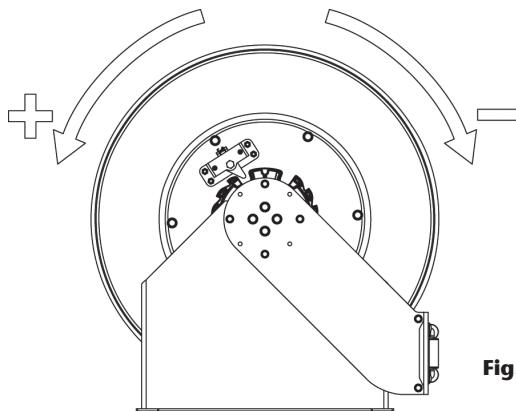

Fig. 5
**6.** Aplique la pre-tensión al resorte, girando el tambor el nº de vueltas indicado, dependiendo del resorte y la longitud de manguera (Fig. 5):
4. Haga girar la bobina para incrementar o disminuir la tensión (Fig. 5).